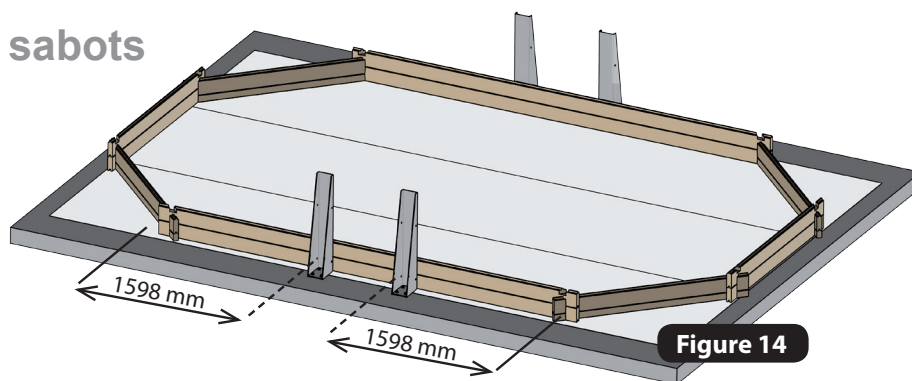

Figure 14
- Placez les sabots, **en appui contre les madriers**. Les dimensions sont prises de l'extrémité du madrier à l'entraxe du sabot (figure 14)